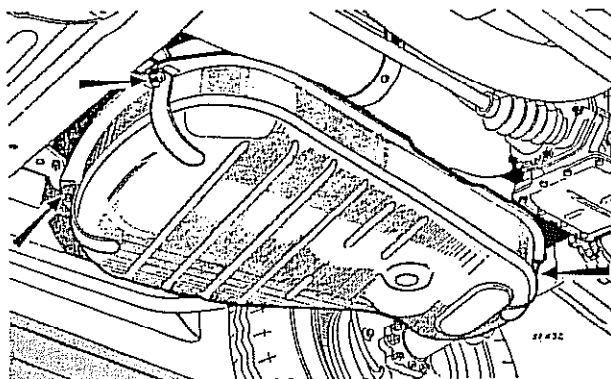

Fig. 108
- 5) Quitar las tres tuercas de fijación del tanque de combustible al piso de la carrocería según se indica (Fig. 108). Luego quitar el tanque.